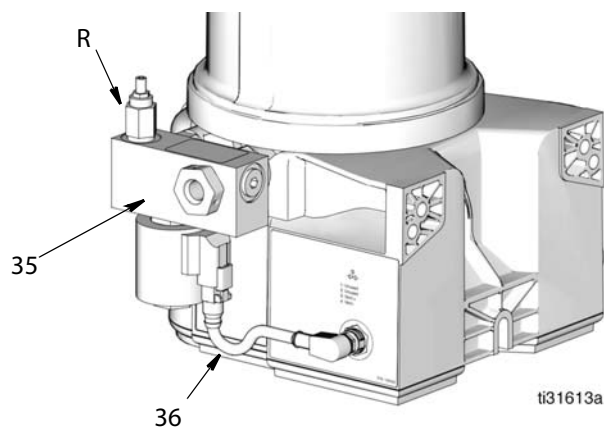

Рис.18
Подключите один конец кабеля клапана выпуска воздуха (36) (арт. № Graco 129801) к соединителю клапана выпуска воздуха на насосе. Подключите второй конец кабеля к клапану выпуска воздуха (35), как показано на Рис.18.
Клапан сброса давления (Рис.18, R)